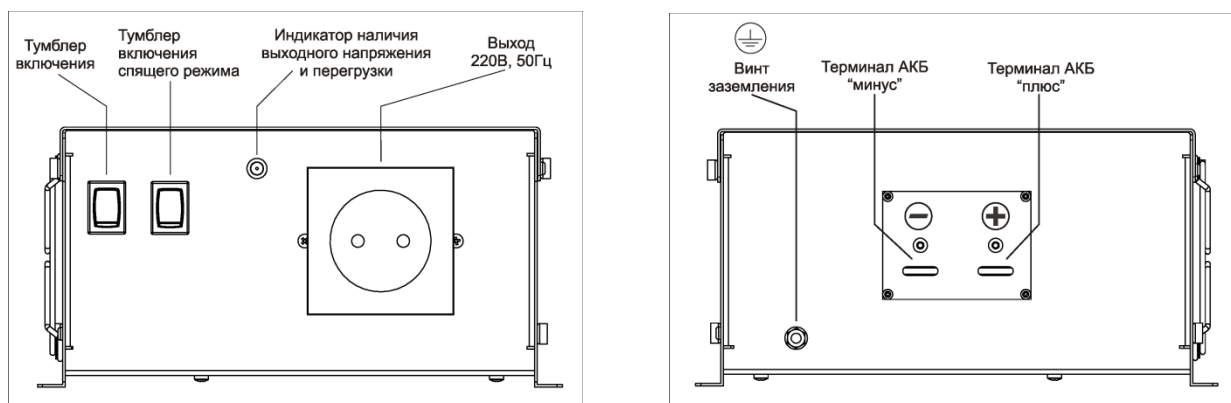

Рис.1. Внешний вид
4.2. На лицевой панели преобразователя расположены (см. Рис.1):